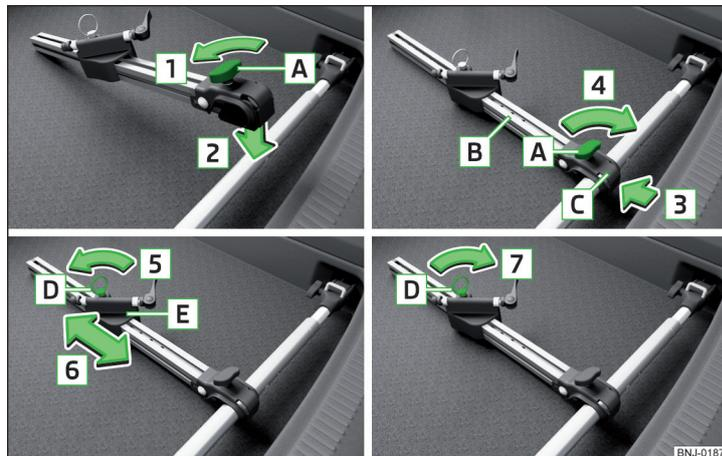

Fig. 97 Pose d'un porte-bicyclettes
- Dévisser la vis **A** du porte-vélos (ci-après porte-vélos) dans le sens de la flèche **1** » fig. 97.
- Si l'on transporte deux vélos, il faut dévisser la vis **A** » fig. 97 à la page 96 sur le porte-vélos et déplacer vers la gauche le porte-vélos en même temps que le vélo fixé.
- Serrer la vis **A** » fig. 97 à la page 96 sur le porte-vélos.
- Adapter au besoin la position de la partie amovible **E** » fig. 97 à la page 96.